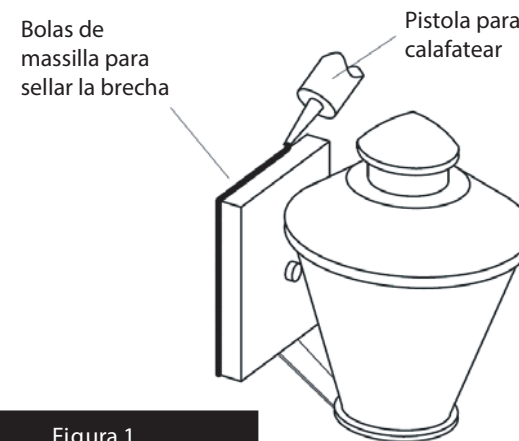

Figura 1
1. Conecte el cable de alimentación positiva (A) (normalmente negro o la cara lisa, sin marcas del cable de dos conductores) de plomo accesorio positivo (B) con un giro de tamaño adecuado en el conector - **Véase la Figura 1 y 2**.
2. Conecte el cable de alimentación negativa (C) (por lo general de color blanco o el lado marcado estriado del cable de dos conductores) de plomo accesorio negativo (D).
Para conectar a tierra en un sistema eléctrico de 3 hilos, fije el cable de tierra del artefacto (E) (generalmente de cobre o verde recubierto de plástico) a la brida de montaje accesorio (M) con el tornillo de tierra (S) - **Véase la Figura 1**. Nota : En las correas de accesorios compatibles tornillos, primero instale los dos tornillos de montaje de la correa. Cualquier agujero roscado restante puede ser utilizado para el tornillo de tierra.